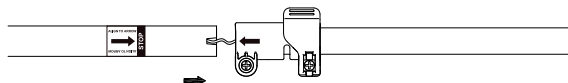

рис. 1
- Совместите стрелку на конце телескопического вала со стрелкой на верхнем вале и вставьте верхний вал в телескопический вал (см. рис. 1).